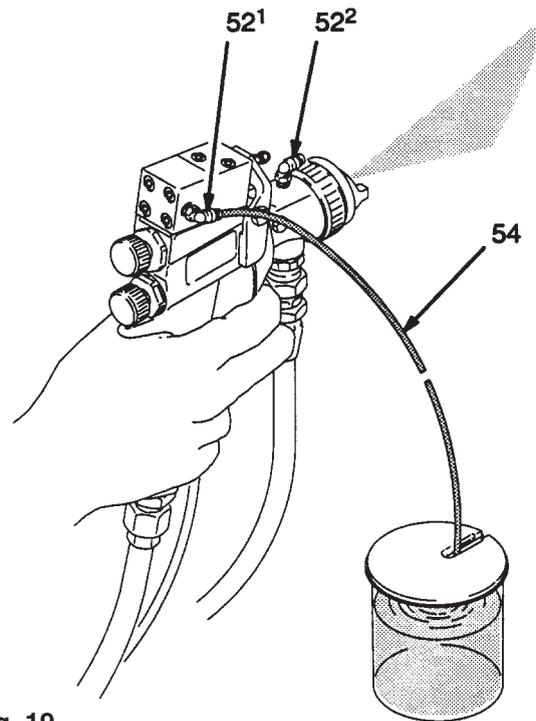

Fig. 19
2. Becher mit einem losen Deckel versehen, um Spritzer abzulenken, siehe Abb. 19.
4. Prüfrohr (54) – mit der Pistole geliefert – an den Aktivator-Auslassfitting (52,1) anschliessen, siehe Abb. 19. Vorderen Fitting (52,2) zur Vorderseite der Pistole drehen.
8. Prüfrohr (54) in den Becher hineinlegen, wie in Abb. 19 gezeigt.